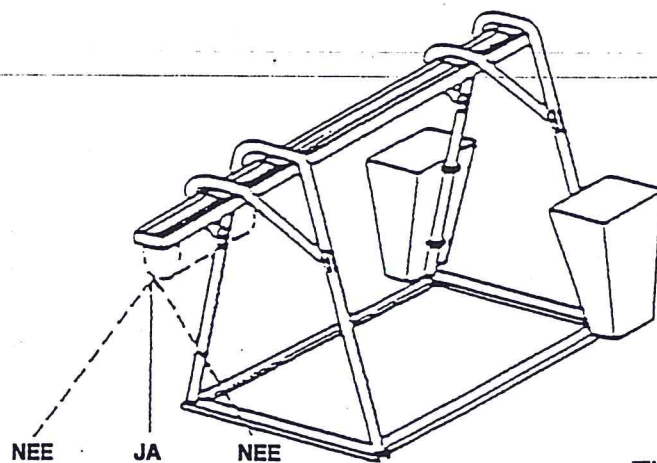

Fig. 6
- 2) Hijs nooit schuin (zie fig. 6).